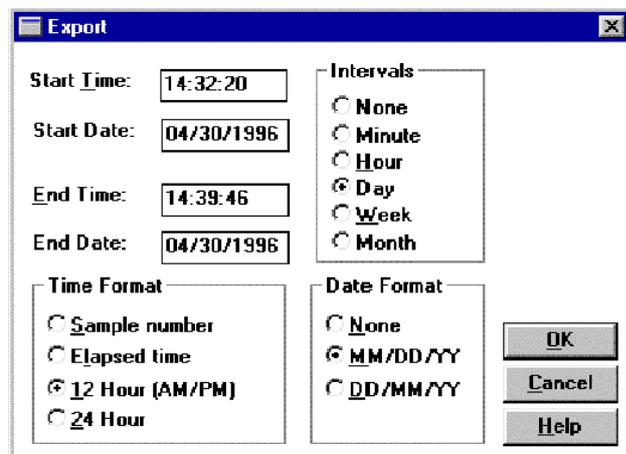

Bild 5 Dialogfenster "Export"
5. Dialogfenster "Export" - An dieser Stelle öffnet sich das Dialogfenster "Export", in dem Sie die Parameter der Exportdatei einstellen können wie in Bild 5 gezeigt.
1. Meßwerte - Rufen Sie den Menüpunkt "Export" auf, wählen Sie im Dialogfenster "Export" den Dateinamen, und bestätigen Sie mit **OK**. Nun öffnet sich das in Bild 5 gezeigte Dialogfenster "Export". Dort können Sie Anfangs- und Endzeit, Datums- und Uhrzeitformate sowie die zeitintervallabhängige Verteilung der Meßwerte in mehrere kleinere Einzeldateien festlegen.